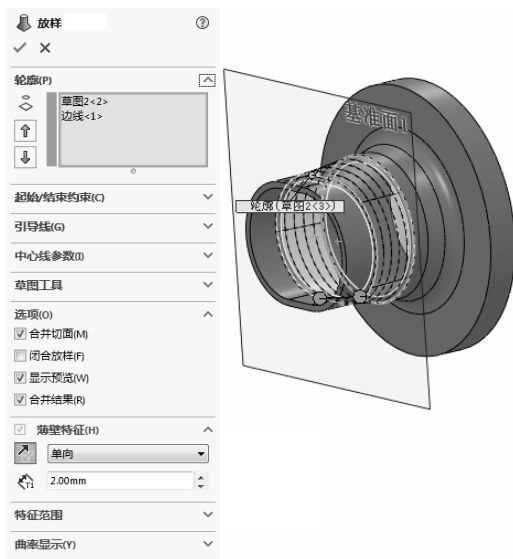

图 7-33 生成放样特征
2) 生成放样特征。选择接口基体端部的外扩圆作为放样的一个轮廓，在 Feature Manager 设计树中选择刚绘制的“草图 2”作为放样的另一个轮廓；选择“薄壁特征”复选框，展开“薄壁特征”选项组，单击（反向）按钮，使薄壁的拉伸方向指向轮廓内部，选择拉伸类型为“单向”，在（厚度）文本框中输入“2”，其他选项设置如图 7-33 所示，单击（确定）按钮，创建长圆段与基体端部圆弧段的过渡特征。